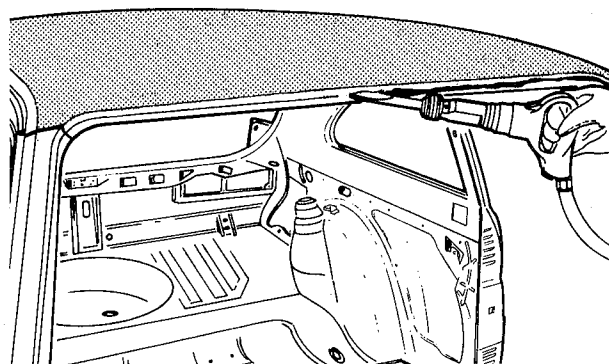

fig. 13
1. Com o auxílio de uma talhadeira, pneumática ou manual, cortar a parte avariada, cuidando para não deformar as peças adjacentes (fig. 13)